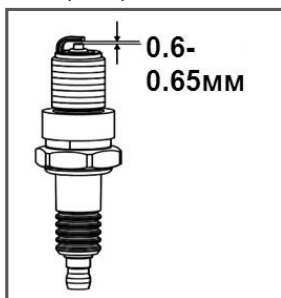

Рис.13 Свеча зажигания
4. Измерьте зазор между электродами свечи зажигания специальным щупом. Зазор должен быть 0,6-0,65мм (Рис. 13). При увеличении или уменьшении требуемого зазора рекомендуется заменить свечу, так как регулировка зазора может привести к изменению качества искрообразования.